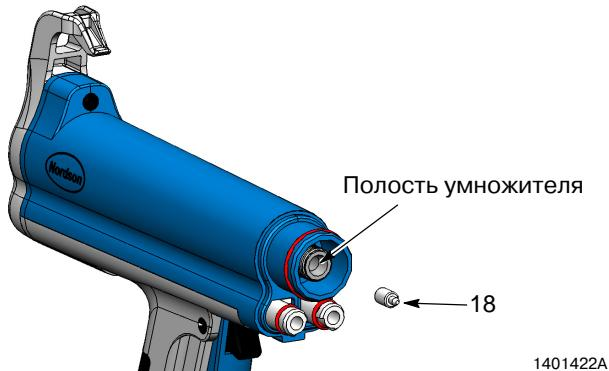

Рис. 5 Извлечение контактного наконечника
- См. рис. 5. Вынуть контактный наконечник (18) из полости умножителя. Вытереть диэлектрическую пластичную смазку с контактного наконечника.
- См. рис. 5. Вставить контактный наконечник в полость умножителя. Заполнить полость умножителя диэлектрической пластичной смазкой.